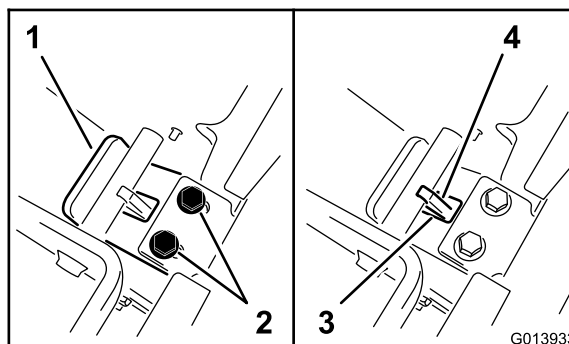

Figura 12
5. Mantendo a pressão na placa posterior, deslize o garfo na sua direção até que a aba do garfo contacte com a travessa (Figura 12).